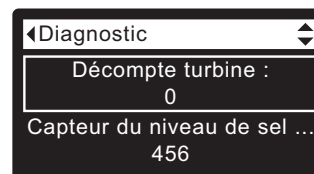

FIG. 103
2. Appuyez sur le bouton BAS (▼) pour faire défiler les options du menu et mettre en encadré **Décompte turbine** (cf. Figure 103).